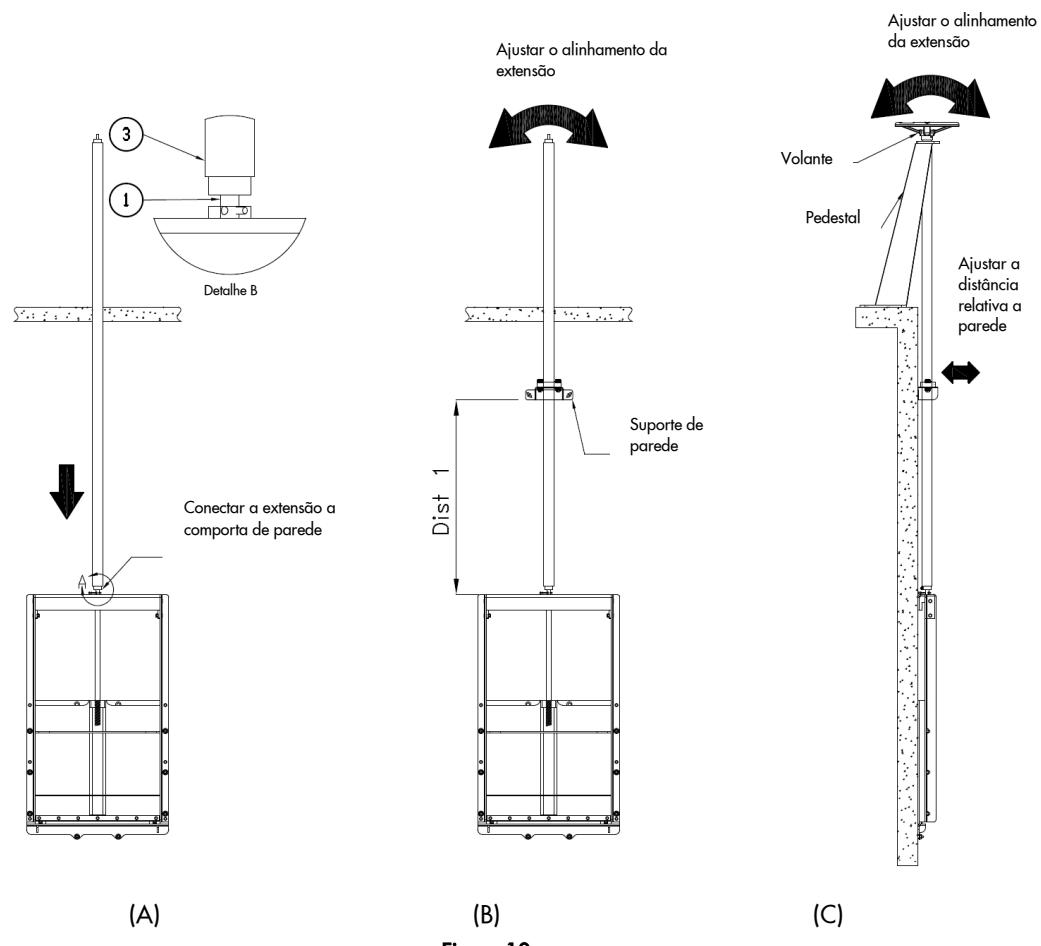

Figura 10
1. Conecte a extensão da haste (item 3) ao eixo (item 1) na parte superior da ponte (ver Figura 10-A e Detalhe B)
2. Insira todas as guias de haste a partir da parte superior da extensão da haste. Alineie a extensão da haste e certifique-se especialmente de que esta esteja alinhada com o eixo vertical da abertura (ver Figura 10-B)
3. Em seguida, instale todas as guias da haste (perfure e aperte os chumbadores). Consulte o Desenho de Arranjo Geral para as dimensões ("Distância 1" na Figura 10-B)
4. Posicione o pedestal e o acionamento. Coloque o eixo da extensão da haste com o acionamento. Certifique-se de que a extensão da haste esteja perfeitamente alinhada e paralela a superfície da parede, ajustando o desvio se necessário, das guias (U)HMWPE (ver Figura 10-C). Uma vez que a extensão da haste esteja perfeitamente alinhada, instale o pedestal (perfure e aperte os chumbadores)